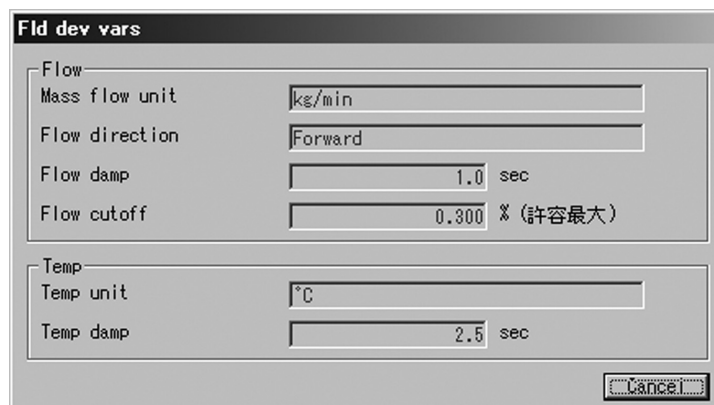

図84
- ① 画面上部メニューの「Review(R)」をクリックし、「Fld dev vars」を選び再度クリックします。
- ② 図84のようなメッセージボックスが現れ、変換器変数(流量、温度関係)を確認することができます。